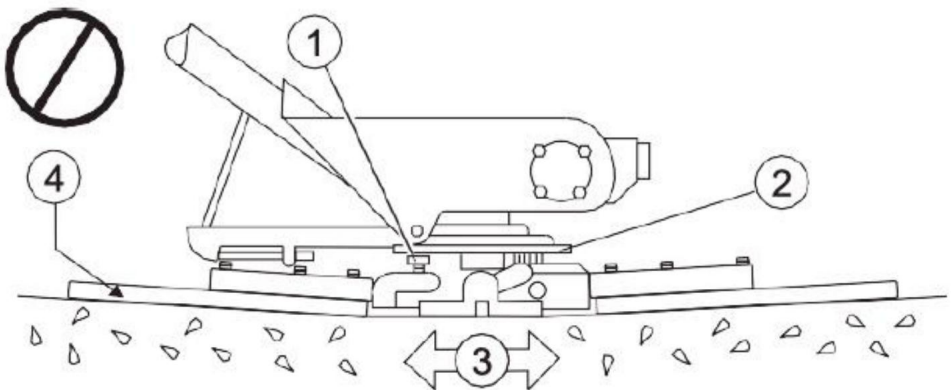

ABB.17
13.2.2 Stellen Sie die Rotorblätter so flach wie möglich ein. Die Einstellschrauben sollten alle Habe kaum Kontakt mit der unteren Verschleißplatte am Spiderbox. Wenn einer ist Wenn kein Kontakt besteht, ist eine Anpassung erforderlich. (Abb. 17, Abb. 4).
Abb. 17 zeigt „falsche Ausrichtung“, verschlissene oder verbogene Spinnenbuchsen Kellenarme. Stellen Sie sicher, dass die Einstellschraube die untere Verschleißplatte kaum berührt (max. 0,10 Zoll). Alle Ausrichtungsschrauben sollten einen entsprechenden Abstand haben gleichen Abstand von der unteren Verschleißplatte haben.